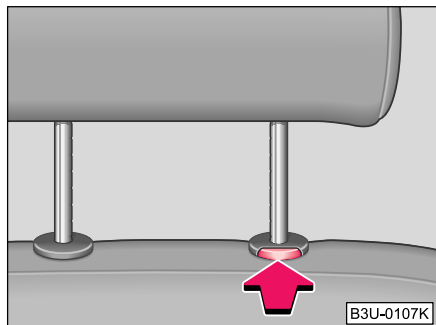

Abb. 45 Kopfstütze herausziehen
- Drücken Sie die Sicherungstaste in Pfeilrichtung ⇒ Abb. 45 und ziehen Sie die Kopfstütze heraus.